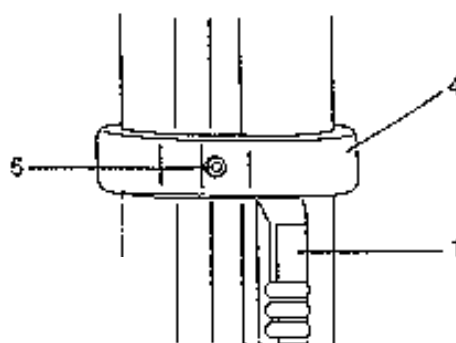
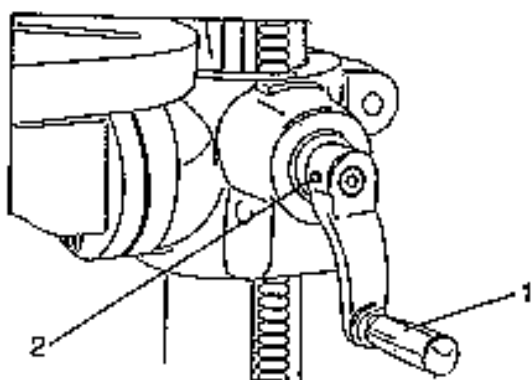

Fig. 6
Fig. 7
6. Mantenete il braccio di fissaggio e la cremagliera contro la colonna (**fig. 6**) e infilate sulla colonna l'anello (4) della cremagliera.
7. La cremagliera (1) entra sotto l'anello (4). Accertatevi che tra la cremagliera e l'anello ci sia giuoco sufficiente affinché la tavola potesse ruotare intorno alla colonna.
8. Serrate a fondo la vite di regolazione (5), per assicurare la posizione fissa dell'anello.
9. Montate l'impugnatura(1) e serrate a fondo la vite di regolazione (2). (**fig. 7**)